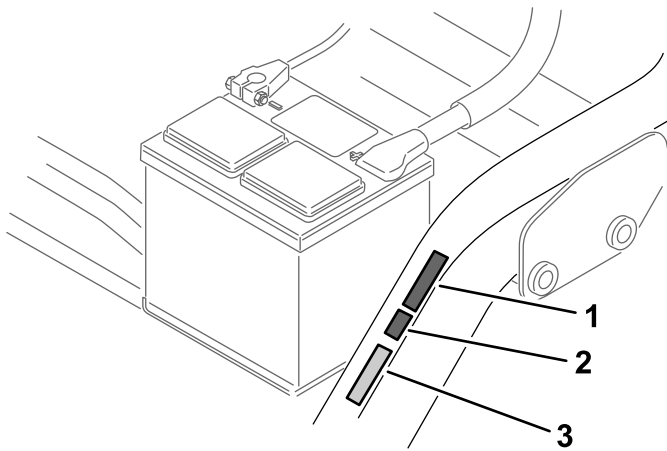

図 16
- シリアル番号プレートの隣に CE マークを貼りつける 図 16。
- CE マークの隣に CE 製造年ステッカーを貼り付ける図 16。